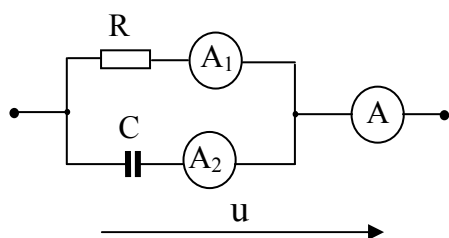

Рис. 2.5.12
2.5.12. В цепь синусоидального тока включены три амперметра (рисунок 2.5.12). Определить показание амперметра  $A_2$ , если амперметры  $A$  и  $A_1$  показывают соответственно 10 А и 6 А.